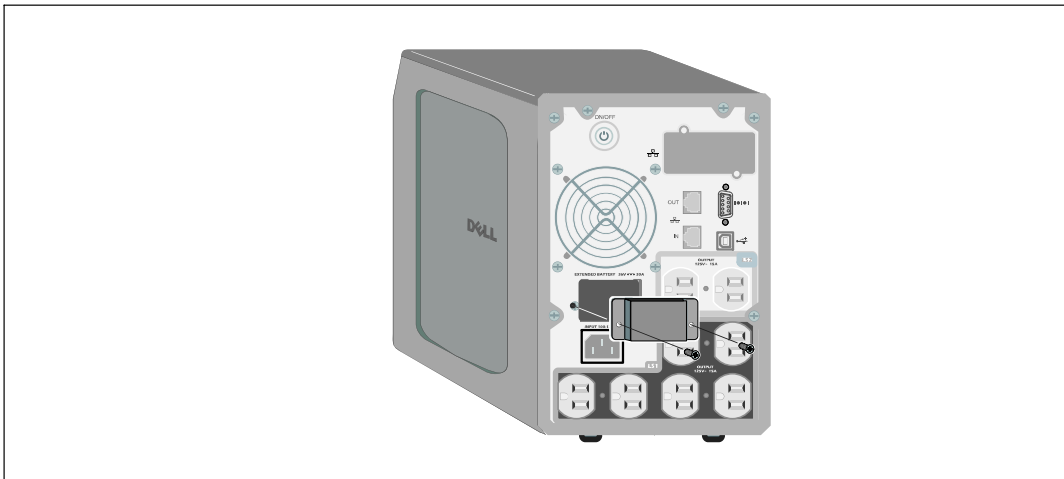

Abbildung 13. Entfernen der Batterieanschlussabdeckung
- 1 Entfernen Sie die Batterieanschlussabdeckung von der rückseitigen Anschlussleiste, wie in Abbildung 13 dargestellt. Bewahren Sie die Abdeckung und Schrauben auf.